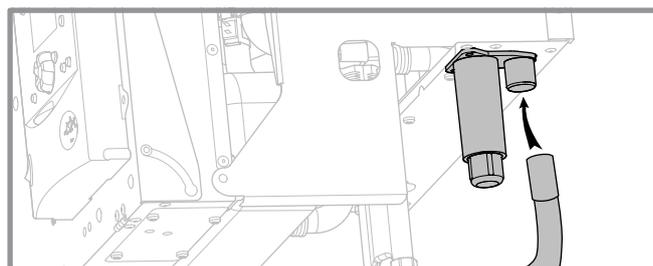

figure 65 - Ouverture siphon
- Vérifier que l'évacuation des condensats n'est pas bouchée. Déposer le siphon et le rincer à l'eau claire (figure 65).